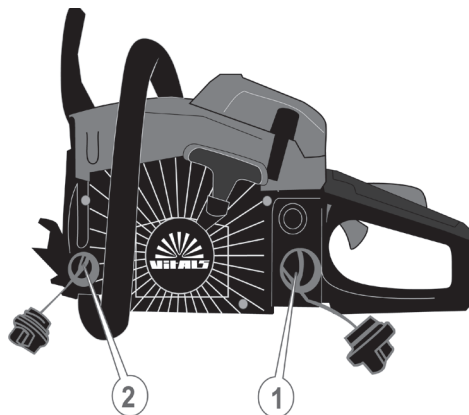

Рисунок 5. Схема розташування горловин бачків для палива та мастила.
4. Ретельно почистити поверхню навколо паливного бачка та кришку отвору бачка від бруду, відкрутити кришку (1, рис. 5) та через металеву ліжку влити суміш, залишивши повітряний прошарок між рівнем палива й
5. Повернути кришку паливного бачка (1, рис. 5) на місце.
5.1.5.1 Заправлення мастила для змащування ланцюга (рис. 5).
2. Ретельно очистити поверхню навколо мастильного бачка та кришку бачка для заливання мастила (2, рис. 5) від забруднень, щоб не допустити потрапляння тирси, частинок пилу та бруду всередину.